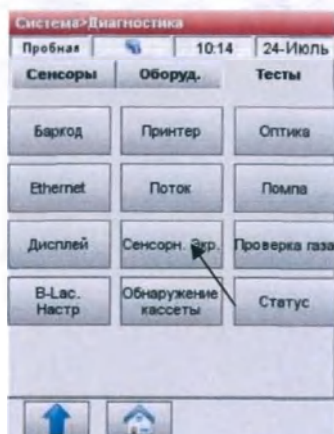

Рис.8-30 Выберите сенсорный экран
- Нажмите **<Сенсорный экран>**, чтобы начать тестирование (Рис.8-30).